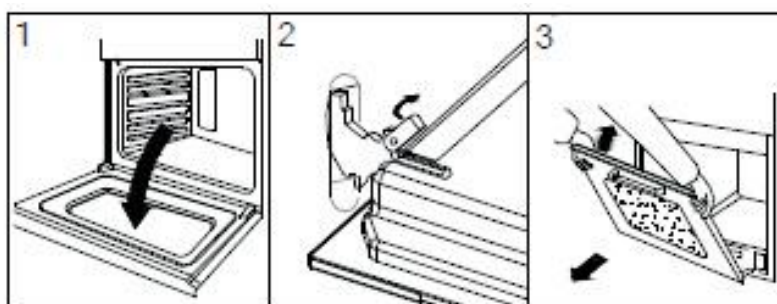

Figure 35
- Tirez la porte vers vous, la retirant de son siège. La porte sortira en douceur du four. (Voir la figure 35)